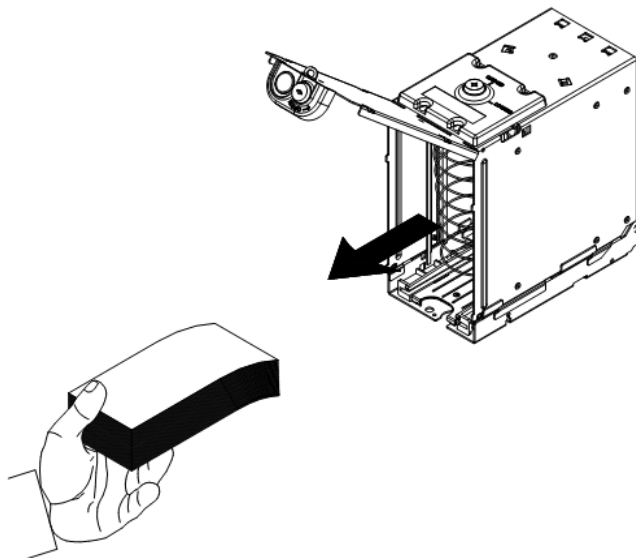

Рисунок 17
- откройте замок, расположенный на крышке, а затем поднимите крышку и извлеките банкноты (рисунок 17);